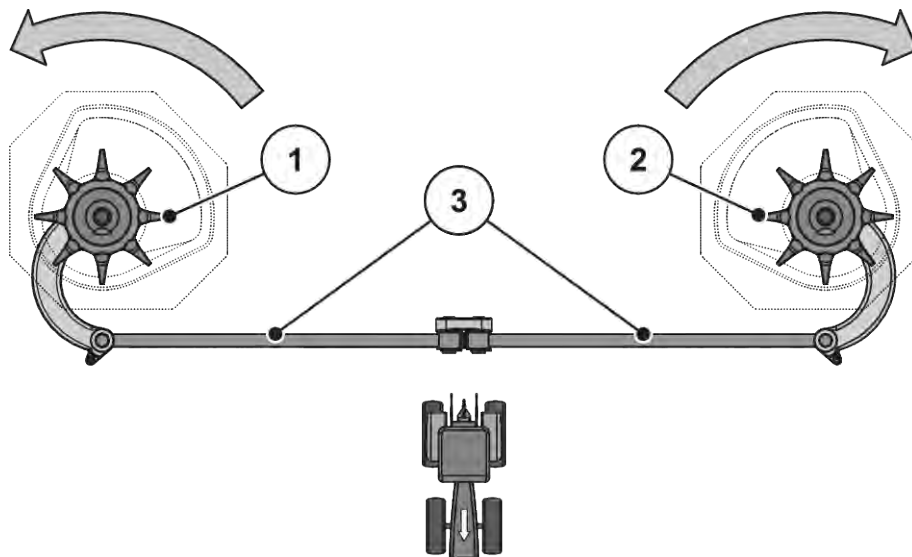

Fig. 81: Kontrol af røreværksdrevet
► Drej rørehovedet med hånden i **spredeskivens rotationsretning**. Se Fig. 81 Kontrol af røreværksdrevet.
► Drej rørehovedet med hånden eller ved hjælp af et oliefilterbånd kraftigt **mod spredeskivens rotationsretning**. Se Fig. 81 Kontrol af røreværksdrevet